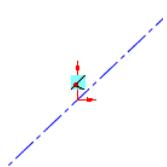

图 4.14.2 绘制中心线
Step1. 绘制中心线。选择下拉菜单 **工具(T)** → **草图绘制实体(X)** →  中心线(X) 命令，绘制如图 4.14.2 所示的无限长的中心线。